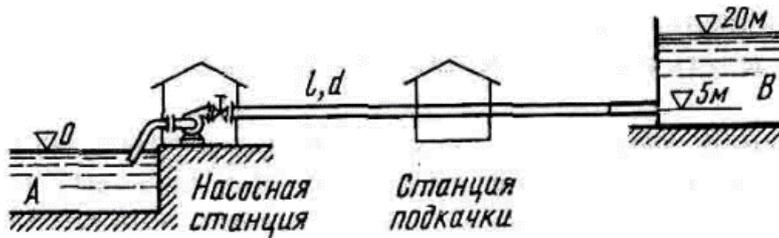

Рис. 8. Схема работы станции подкачки
**Постановка задачи.** Насосная станция перекачивает воду в количестве  $Q = 0,6 \text{ м}^3/\text{с}$  по горизонтальному трубопроводу длиной  $l = 5 \text{ км}$  и диаметром  $d = 500 \text{ мм}$  из бассейна  $A$  в резервуар  $B$  (рис. 8).
**Постановка задачи.** Радиальный вентилятор, характеристика которого дана при  $n = 980 \frac{\text{об}}{\text{мин}}$  и плотности  $\rho = 1,2 \text{ кг}/\text{м}^3$  на рис. 8, должен удалять дымовые газы при  $t = 160^\circ\text{C}$  в количестве  $Q = 65000 \text{ м}^3/\text{ч}$ . Определить необходимую частоту вращения вентилятора, работающего в качестве дымососа, если полное сопротивление газового тракта  $\Delta P = 1480 \text{ Па}$ , а плотность дымовых газов при стандартных условиях: